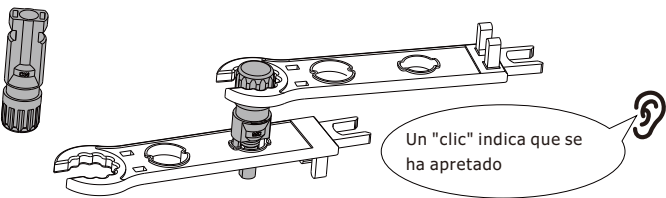

Figura 4.1-5 Conector con la tuerca ciega enroscada
Paso 3. Inserte la clavija de contacto en la parte superior del conector y apriete completamente la tuerca ciega a la parte superior del conector, como se muestra en la Figura 4.1-5.